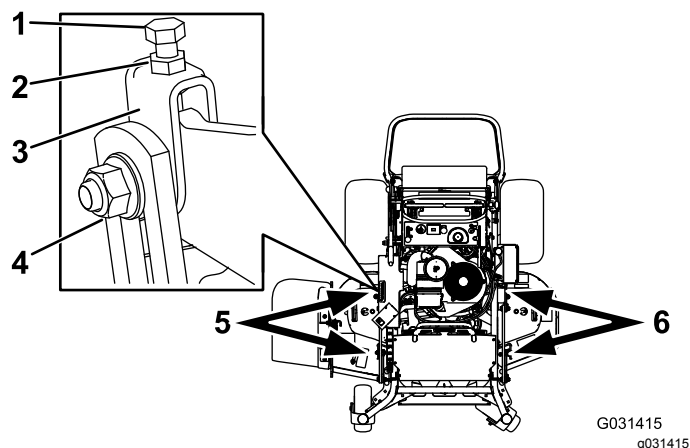

Figure 85
1. Desserrez l'écrou latéral et l'écrou de blocage sur les chapes que vous voulez régler (Figure 85).
2. Tournez le boulon supérieur des chapes pour régler la hauteur du plateau de coupe (Figure 85).